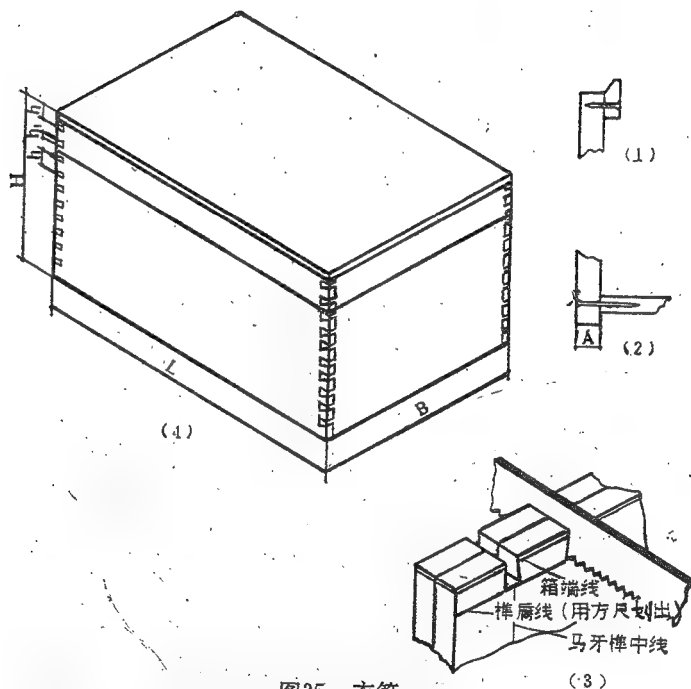

图35 衣箱
做箱的榫孔时先将榫的中线画好，约略微将马牙榫锯出，而不必每个榫画线，为了提高效率可将衣箱的前后板并在一起一次锯出。锯好后，其连带部分用钢丝锯或扁铲剔掉，将此板置于堵头的横断面上，用铅笔依榫孔套画在横断面上〔图35（3）〕，按线将堵头板的榫锯出（要每线下锯）。最后将箱使胶安装成型。胶料干透后按图35
(4) 所示的位置将箱盖锯开并修整合适再钉上底盖和口条。口条、箱底的做法详见图35 (1) (2)。